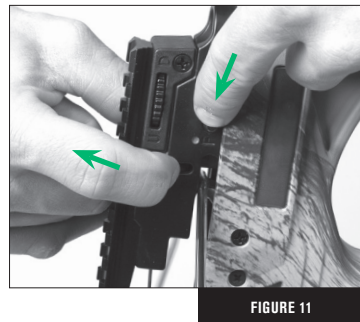

FIGURE 11
- Con el pie bien asentado en el estribo, mientras mantiene el interruptor de preparación del amartillado en posición superior, deslice el interruptor de operación a la posición de seguro desactivado ("OFF SAFE") o Fuego (Fig. 11).
- Asegúrese de que la ballesta esté en posición de seguro desactivado ("OFF SAFE") o Fuego ("FIRE"). Si el seguro está activado ("ON SAFE"), empuje y sostenga hacia arriba el interruptor de preparación del amartillado. Mientras sostiene arriba el interruptor de preparación del amartillado, deslice el interruptor de seguridad de la posición de seguro activado ("ON SAFE") a la de seguro desactivado ("OFF SAFE") o Fuego ("FIRE") (consulte la Fig. 11). Suelte el interruptor de preparación del amartillado.